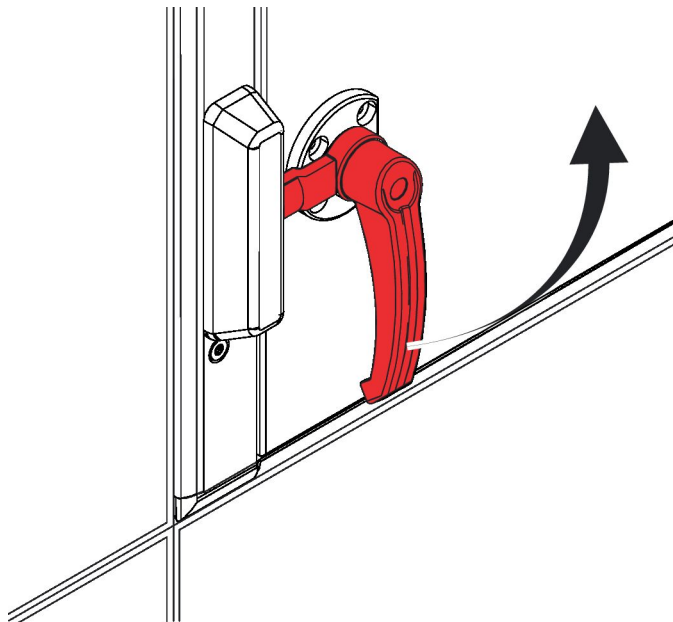

Abb. 52: Türschloss öffnen
- ▶ Den Türgriff 90° gegen den Uhrzeigersinn drehen (Abb. 52).